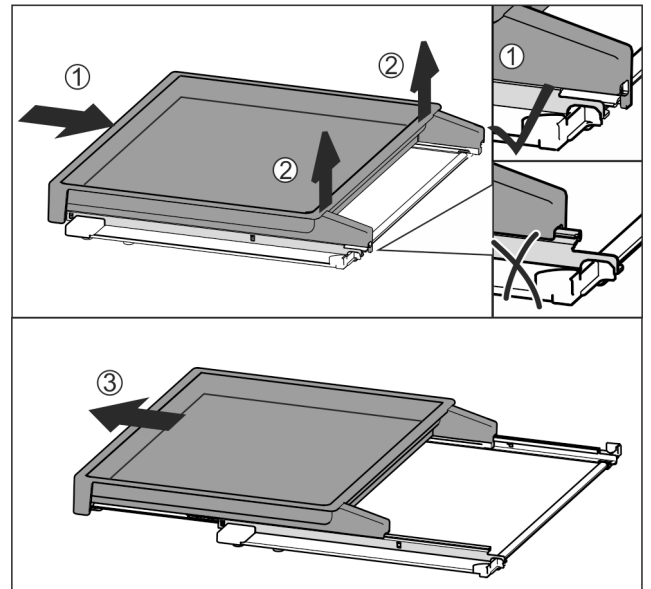

Fig. 43
- ▶ Uitschuifplateau volledig erin schuiven Fig. 43 (1).
- ▶ Vergrendeling aan de achterkant losmaken Fig. 43 (2).
- ▶ Uitschuifplateau vanaf de voorkant eruit halen Fig. 43 (3).